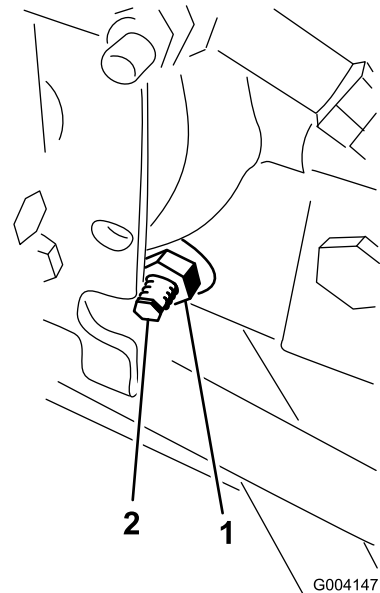

图47
3. 在静液压泵的右侧，松开牵引调节凸轮（图47）上的锁紧螺母。